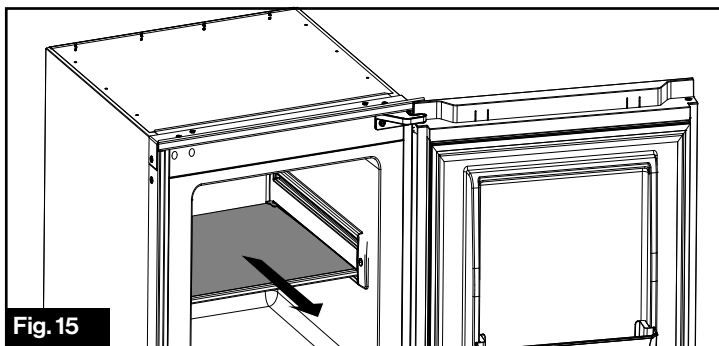

Fig. 15
4. Répétez les étapes 2 et 3 pour desserrer la vis de fixation de l'étagère de l'autre côté. Tirez pour retirer l'étagère de sa position initiale. (Fig. 15)